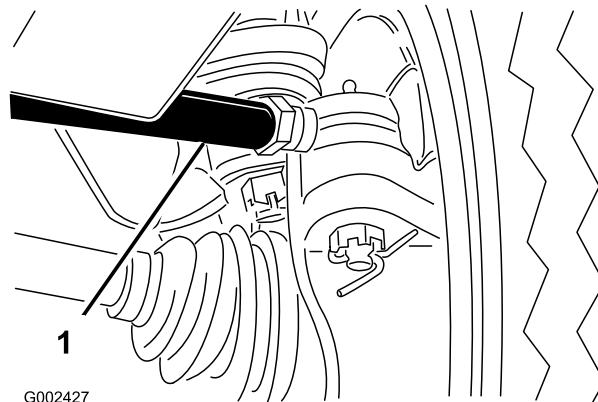

Figura 58
- En la rueda delantera izquierda, afloje las contratuercas en ambos extremos del tensor (Figura 58).